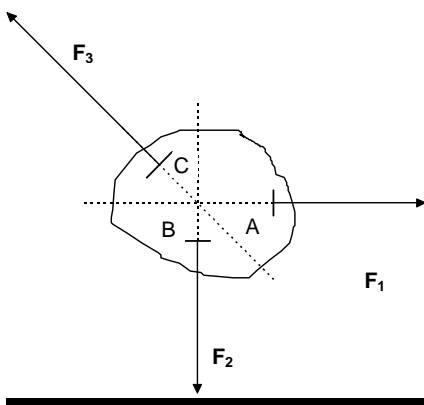

figure 1
- les trois droites d'action sont concourantes (figure 1)